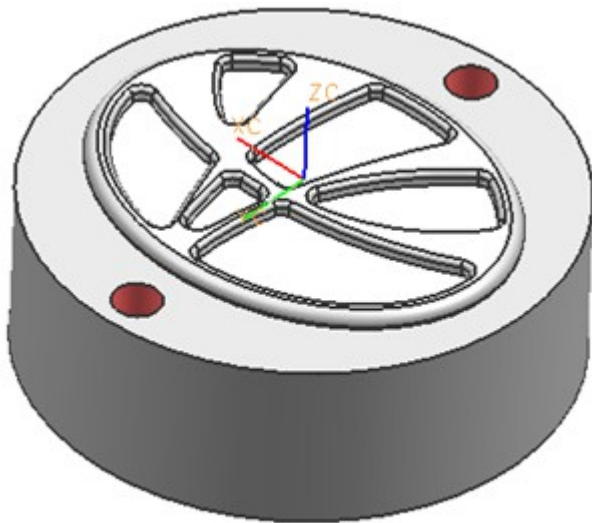

图12-58 “xdb.prt”文件
- 1。打开光盘中的〔 Lianxi\Ch12\xdb.prt 〕文件，如图 12-58 所示。根据本章所学习的知识内容，对模型中进行编程。